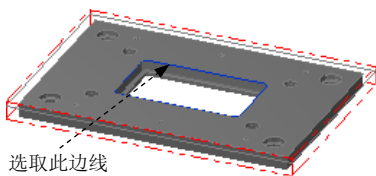

图 2.10 选取区域
Step2. 设置加工区域。在图形区中选取图 2.10 所示的边线, 系统自动选取图 2.11 所示的边链。单击  按钮, 完成加工区域的设置, 同时系统弹出“2D 刀具路径-2D 挖槽”对话框, 在该对话框中选择 **2D挖槽** 选项。